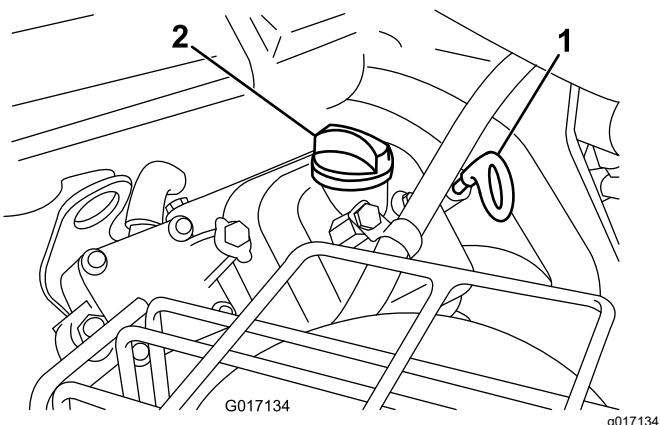

Figura 41
- Introduzca la varilla en el tubo y enrósquela en el tubo (Figura 41).